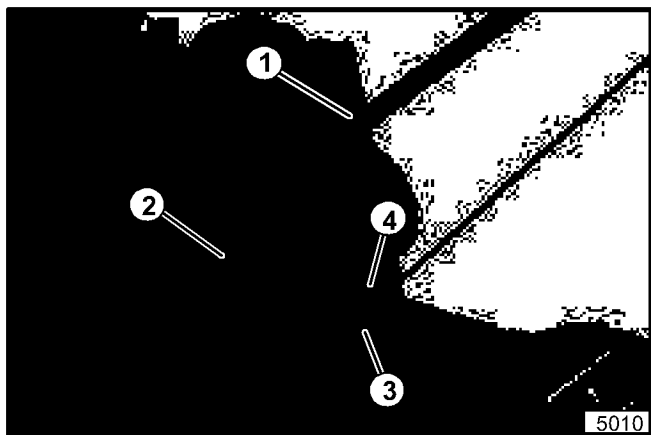

Abbildung 7. Einbau der Kupplungssteuerung
13. Kupplungsstange an der Spannereinheit für die Antriebsriemen mit einem Schäkelbolzen, einer Unterlegscheibe und einem Splint anbauen (siehe Abbildung 7).
14. Haken Sie den Schäkel des Kupplungskabels am Auslöser der Spindelspannrolle ein (siehe Abbildung 7).